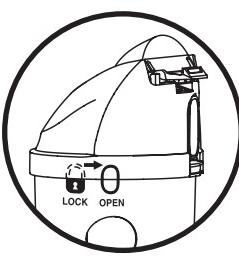
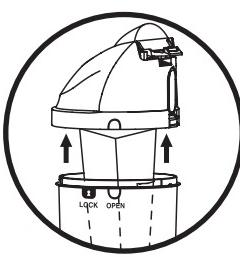

FIG. 13a
FIG. 13b
Step 4: Replace Dust Bag. (FIG. 13) Lift up the latch and pull out to release the bag container **F** from the housing. To open, turn lid counter clockwise (move to OPEN position) (FIG. 13a) then grasp the lid and pull out and away from the container (FIG. 13b). Hold the lid and pull out the dust bag to dispose. Replace with new dust bag. Place the lid back on the cup, rotating it clockwise until it points to the LOCK symbol.
Étape 4. Remplacer le sac à poussière. (FIG. 13) Soulever le verrou et le tirer pour libérer le récipient à sac **F** du boîtier. Pour ouvrir, tourner le couvercle vers la gauche (mettre sur la position OPEN (ouvert)) (Fig. 13a) puis saisir le couvercle et le tirer dans le sens opposé au récipient (FIG. 13b). Maintenir le couvercle ouvert et sortir le sac à poussière afin de le mettre au rebut. Remplacer avec un sac à poussière neuf. Remettre le couvercle sur le récipient, en le tournant vers la droite jusqu'à ce qu'il soit dirigé vers le symbole LOCK (Verrouillé).
Paso 4. Reemplace la Bolsa Recolectora de Polvo. (FIG. 13) Levante el pasador y tire hacia afuera para desenganchar el recipiente de la bolsa **F** de su alojamiento. Para abrir, gire la tapa en sentido antihorario (mover a la posición OPEN (ABIERTO)) (FIG. 13a); luego agarre fuerte la tapa y tire hacia afuera lejos del recipiente (FIG. 13b). Sostenga la tapa y retire la bolsa recolectora de polvo para desechar. Reemplace con una bolsa recolectora de polvo nueva. Coloque nuevamente la tapa en su lugar, girándola en sentido horario hasta coincidir con el símbolo LOCK.